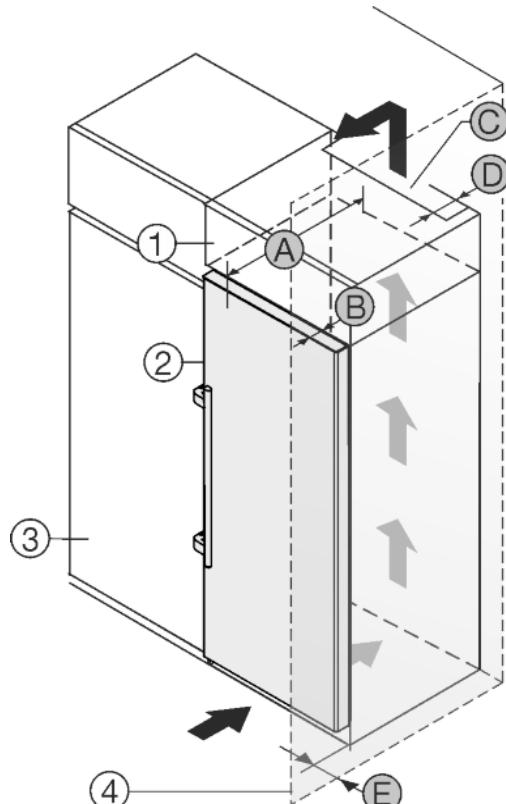

Fig. 24
Uredaj se može adaptirati za ugradnju u kuhinjske ormare. Kako biste uredaj Fig. 24 (2) prilagodili visini kuhinjskog namještaja, iznad uredaja možete postaviti viseći ormara Fig. 24 (1).
Uredaj se može postaviti direktno uz kuhinjski ormara Fig. 24 (3). Kako biste vrata mogli potpuno otvoriti, uredaj mora biti za dubinu Fig. 24 (B) ispred u odnosu na prednjicu kuhinjskog ormara. Ovisno o dubini kuhinjskih ormara i uporabi zidnih distancera, uredaj može i dalje stršati.
- Na stražnjoj strani visećeg ormara treba postojati otvor za odzračivanje dubine Fig. 24 (D) po cijeloj širini visećeg ormara.
- Ispod stropa prostorije treba poštivati ventilacijski presjek Fig. 24 (C).
Kada se uredaj postavlja s okovima pored zida Fig. 24 (4), treba poštivati razmak Fig. 24 (E) između uredaja i zida. To odgovara stajanju ručice kod otvorenih vrata.